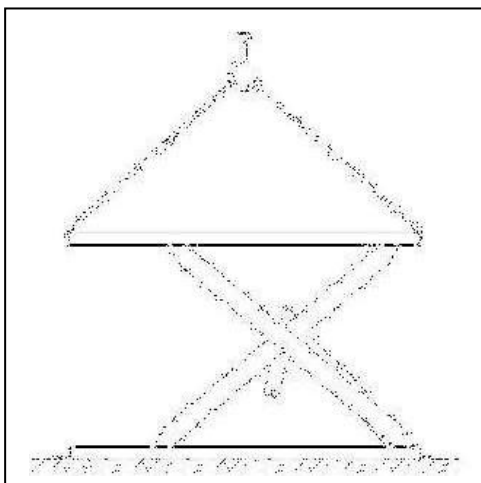

Рис. 17
- При помощи вилочного погрузчика, либо иного ГПМ, поднять платформы (рис. 17), установить их на станины, закрепить болтами.